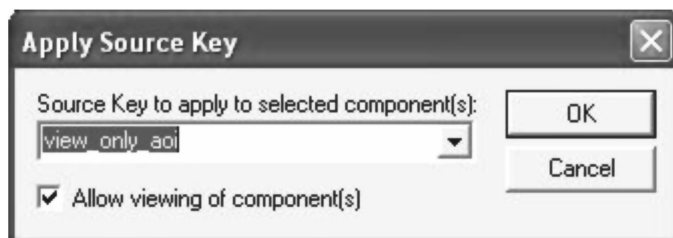

图 22-12 源代码密钥对话框
16. 选中“允许查看组件”（Allow viewing of components）复选框，如图 22-12 所示。